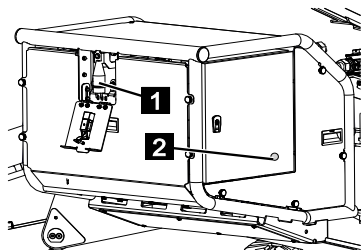

Fig. 67
1. Ouvrir le capot (Fig.67/1) et brancher la rallonge au connecteur. Tenir compte de la longueur de câble maximale.